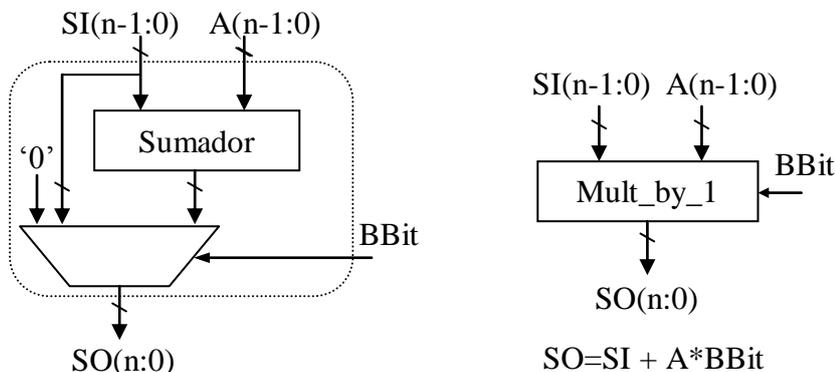
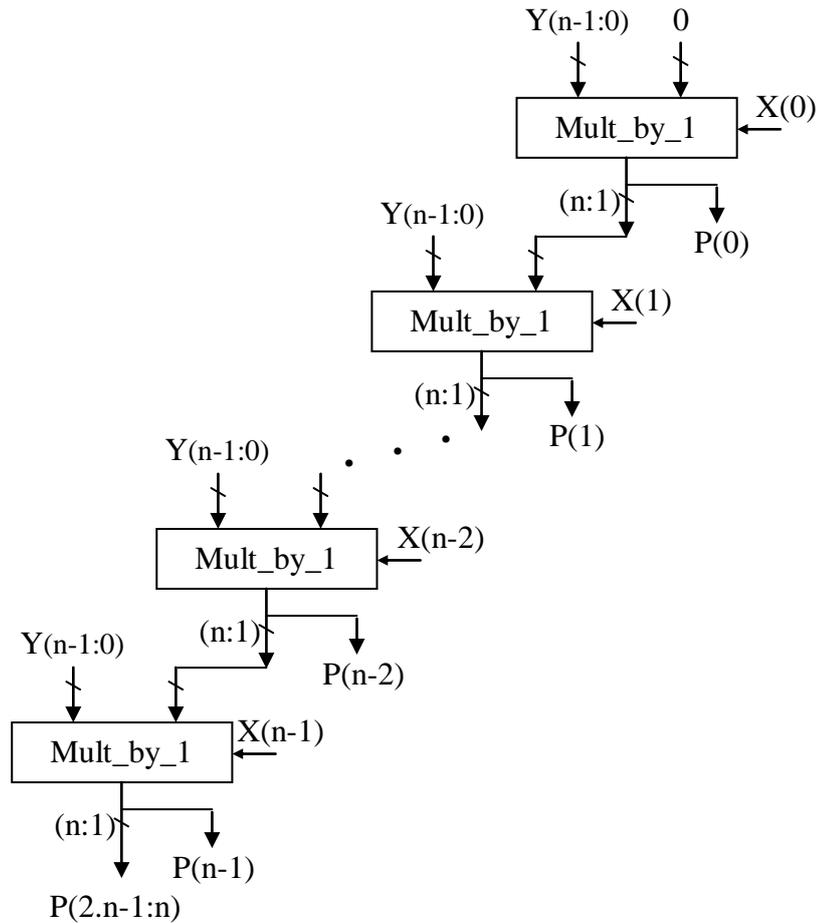

Figura 1. Celda de cálculo *mult_by_1*
Figura 2. Multiplicador completo. $X(n-1:0)$ e $Y(n-1:0)$ operandos; $P(2..n-1:0)$ resultado.
El circuito utiliza la celda de cálculo “*mult_by_1*” (fichero *mult_by_1.vhd*) construido a partir de un sumador y un multiplexor (figura 1). Este circuito ofrece a su salida (SO) la suma del vector de entrada (SI) con el producto del vector A por el bit Bbit. Obviamente, el resultado tiene una anchura de un bit más que la entrada.
El circuito del multiplicador completo se muestra en la figura 2, donde hay que tener en cuenta que la célula básica tiene en esta figura las entradas dispuestas de forma simétrica a como están en la figura 1, A está a la izquierda y SI a la derecha. El código VHDL utiliza una estructura *generate* para instanciar los diferentes módulos *mult_by_1*.